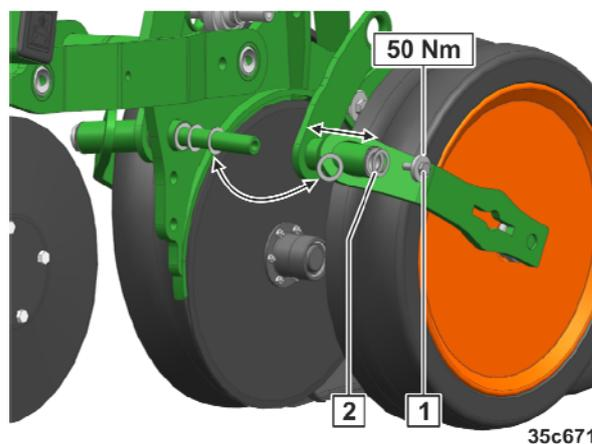

Fig. 313
1. Schraube (Fig. 313/1) lösen und entfernen.
3. Damit die Tragrolle die Kollerscheibe leicht berührt, den Abstand mit den Distanzscheiben (Fig. 313/2) einstellen.
3. Schrauben (Fig. 313/1) lösen und entfernen.
4. Verschlissene Kolterscheibe (Fig. 313/2) demontieren.